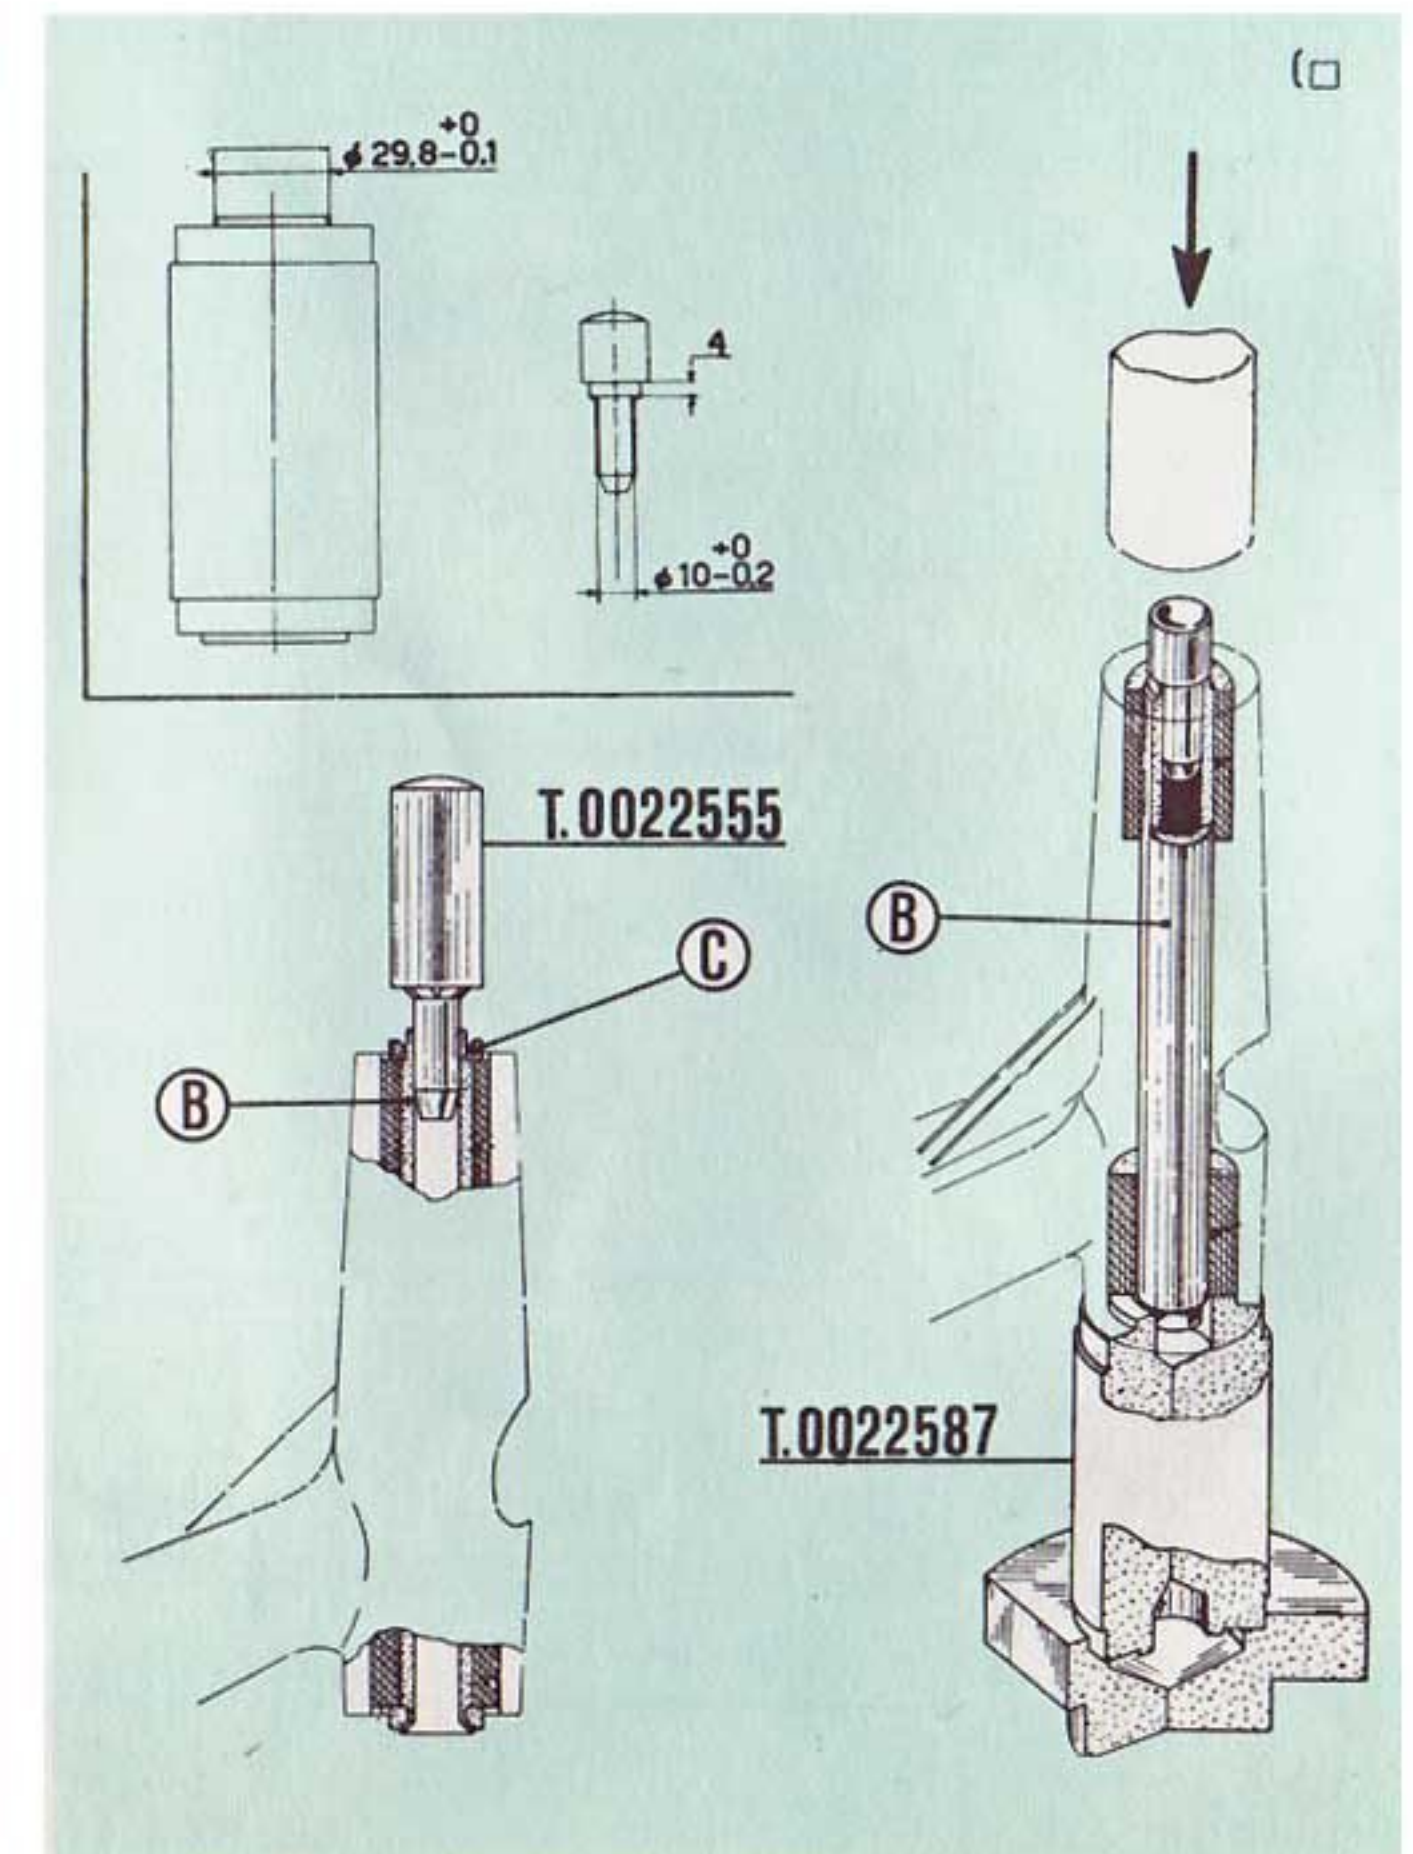

Fig. 61
3rd Operation (Fig. 61): Fit the spacers "C" and caulk the tube "B" at both extremities.
Note - If with the coulking of the tube (Operation 3) the caulked extremities are not at the same distance from the corresponding engine bracket extremity it is necessary to act on the tube "B" with a hand press, Fig. 61, so as to obtain the correct projection of the extremities.
3.a Operación (Fig. 61): montar los distanciadores "C,, y achaflanar el tubo "B,, en las dos extremidades.
N. B. - Si con el achaflanado final del tubo (op. 3) las extremidades achaflanadas no se hallan a la misma distancia de la correspondiente extremidad del travesaño, actuar sobre el tubo "B,, con una prensa a mano (ver fig. 61) hasta obtener un correcto resalto de las extremidades.